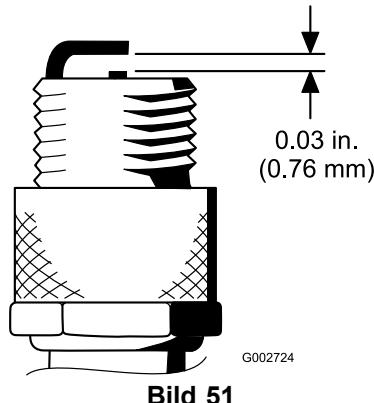

Bild 51
4. Stellen Sie den Abstand zwischen der Mittel- und der Masseelektrode auf 0,76 mm ein (Bild 51).